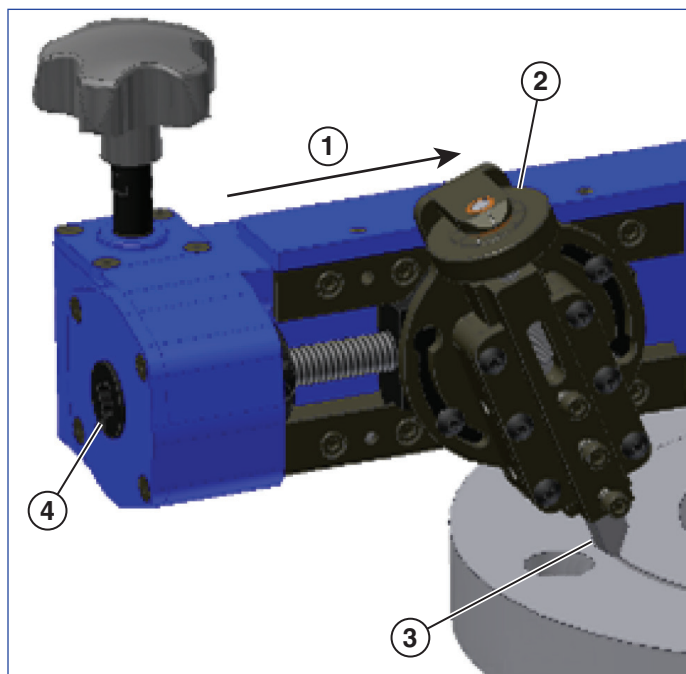

Figura 12
3. Inserire una chiave a cricchetto dentro all'estremità della vite di alimentazione. Usare la manopola di regolazione e la chiave a cricchetto per posizionare la placchetta dell'utensile leggermente al di sopra del pezzo in lavorazione (vedere la Figura 12).